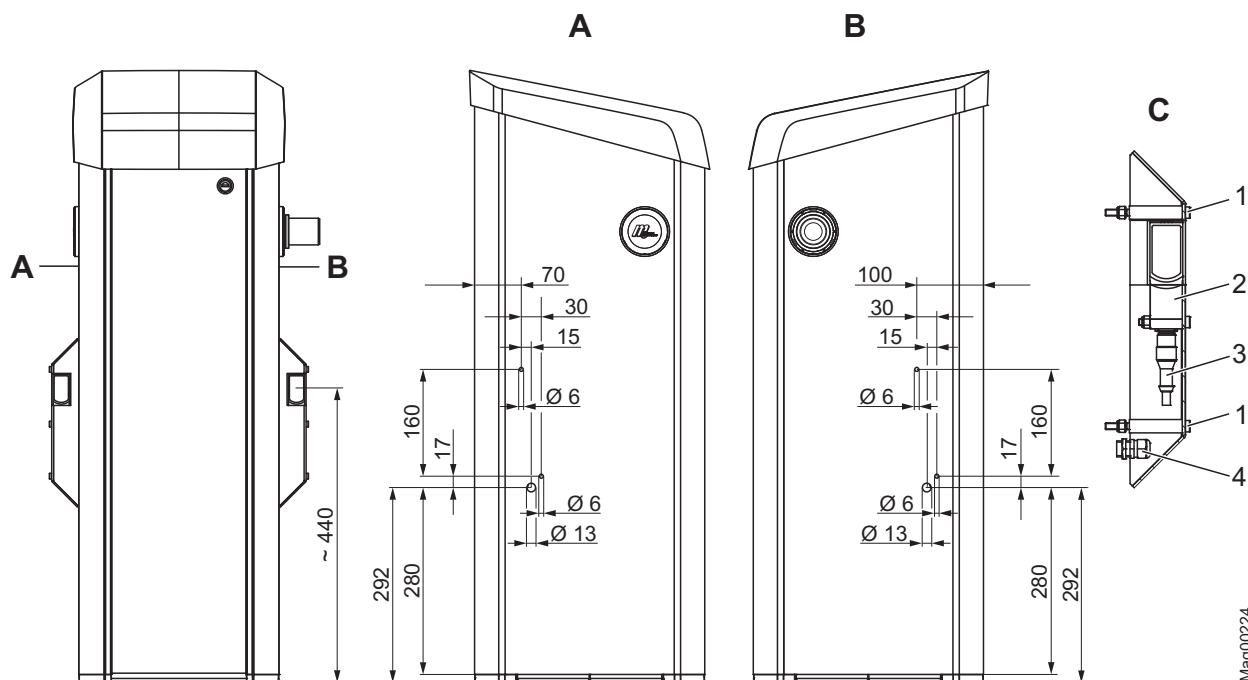

Рис. 23: Монтаж корпуса фоторелейного барьера передатчика на стойке шлагбаума (размеры в мм)
1. На стойке шлагбаума просверлить отверстия для корпуса фоторелейного барьера согласно Рис. 23.